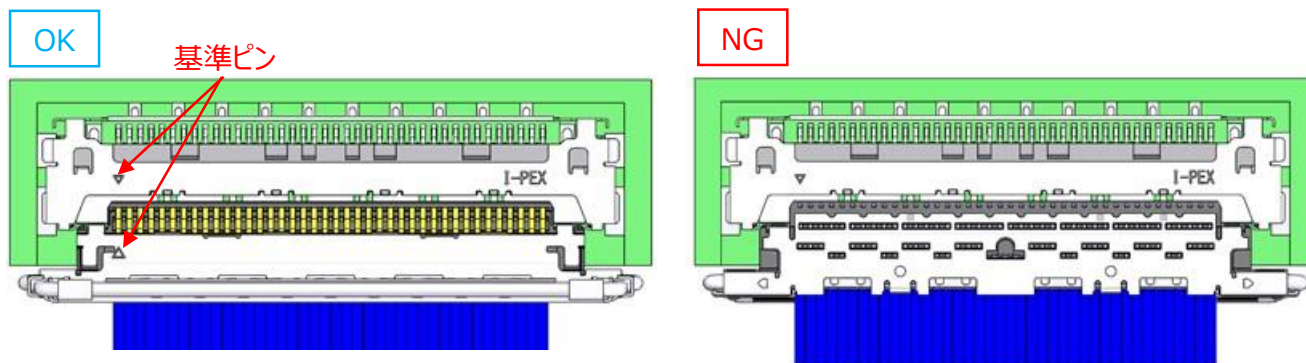

図 3
- ② 図 3 の様に、リセプタクルコネクタの基準ピンマークにプラグコネクタの基準ピンマークがくる様にセットする。